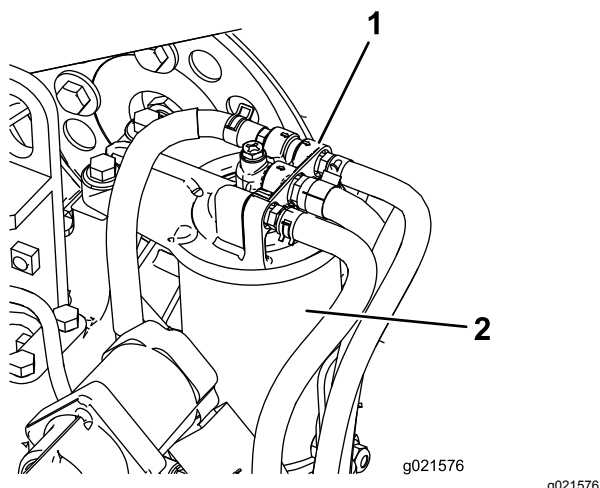

Figura 74
1. Pulite le superfici circostanti la testa del filtro del carburante (Figura 74).
2. Togliete il filtro e pulite la superficie di montaggio della testa del filtro (Figura 74).